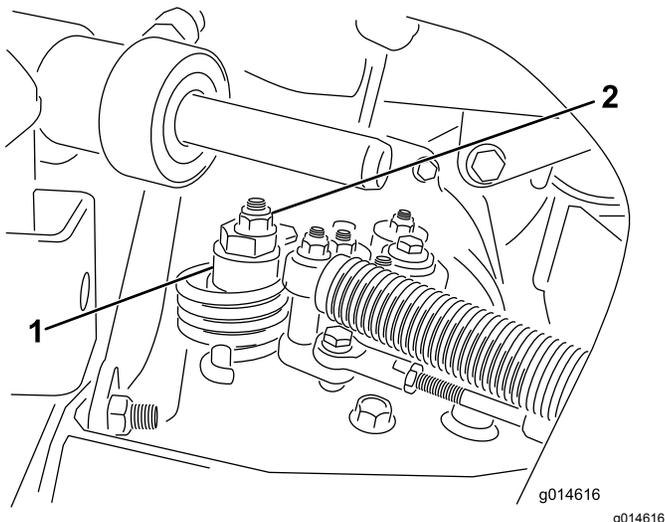

Рисунок 33
- A. Ослабьте контргайку крепления эксцентрика к верхней части гидростата (Рисунок 33).
- C. Поворачивайте эксцентрик до тех пор, пока не прекратится медленное вращение колеса в любом направлении. Когда колесо перестанет вращаться, затяните гайку, которая фиксирует эксцентрик и регулировку (Рисунок 33). Проверьте регулировку при положениях дроссельной заслонки МЕДЛЕННО и БЫСТРО.